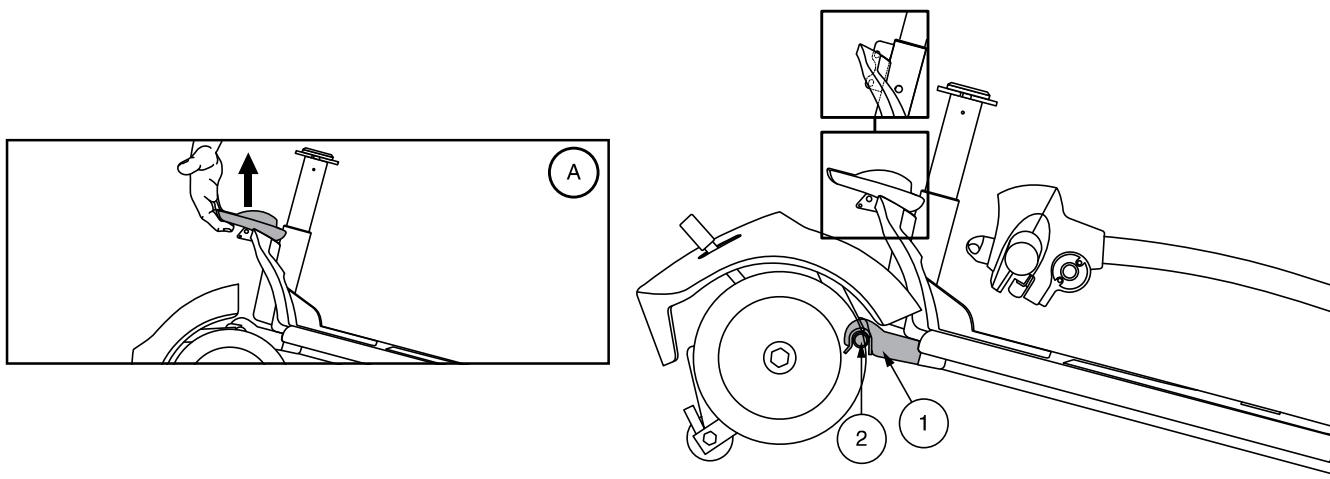

Figure 19. Levier de blocage du câble (Style A)
3. Séparez doucement les sections du véhicule. **Voir la figure 19.**
1. Soulevez la section avant par le levier de blocage et alignez les crochets avec la tubulure de la section arrière. **Voir la figure 19.**
2. Une fois que les crochets du châssis sont sur le tube inférieur du châssis, abaissez la section inférieure avant et faites pivoter la section arrière simultanément. Ceci engagera le verrouillage du châssis automatiquement. **Voir la figure 19.**